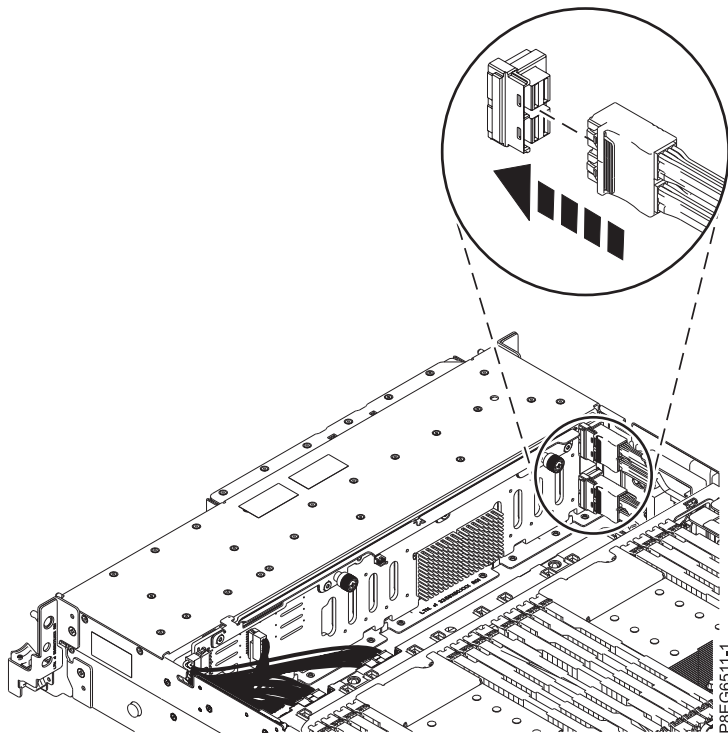

図 9. SAS ケーブルの再接続
9. 10 ページの図 9 に示すように、前面 SAS ケーブルをディスク・ドライブ・バックプレーンのコネクタ・ポートに再接続します。コネクタの止め金が掛かるまで、コネクタを内部に押します。